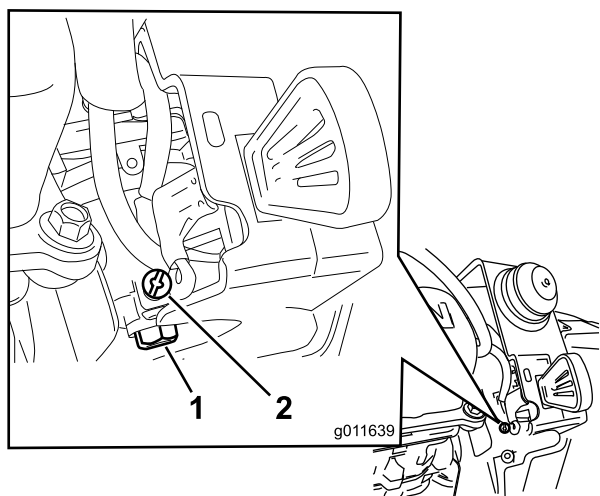

Figure 30
- B. Dévissez, mais ne retirez pas, la petite vis située sur le côté de la cuve du carburateur (Figure 30) jusqu'à ce que le carburant commence à s'écouler du carburateur. Vidangez le carburant dans un récipient homologué.